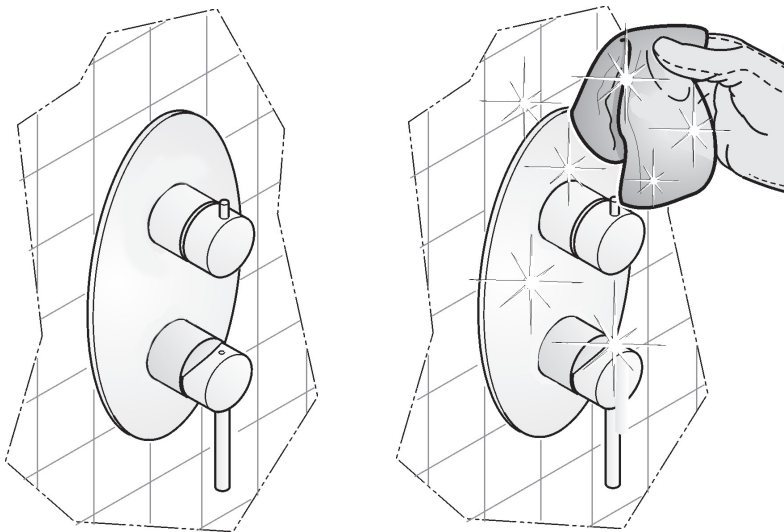

Fig. 14
- Con un panno eseguire una accurata pulizia. (Fig. 14)
- Use a rag to clean thoroughly (Fig 14).
- Mit einem Tuch sorgfältig reinigen. (Abb. 14)